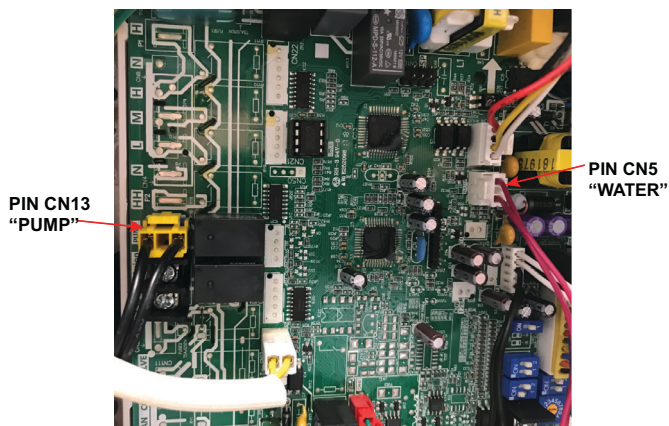

Fig. 34 – Connecteurs de la pompe de relevage de condensat
- Branchez le câble d'alimentation de la pompe externe à « PUMP » (POMPE)/CN13 et branchez le câble du capteur de niveau d'eau à CN5/« WATER » (EAU) pour activer la pompe (consultez la figure 34).